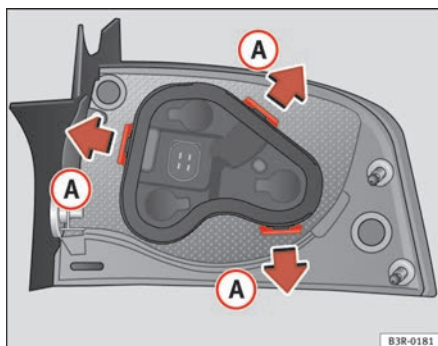

Abb. 210 Befestigungslaschen Rückseite Heckleuchte
- Entriegeln Sie die Befestigungslaschen ⇒ Abb. 210 (A).